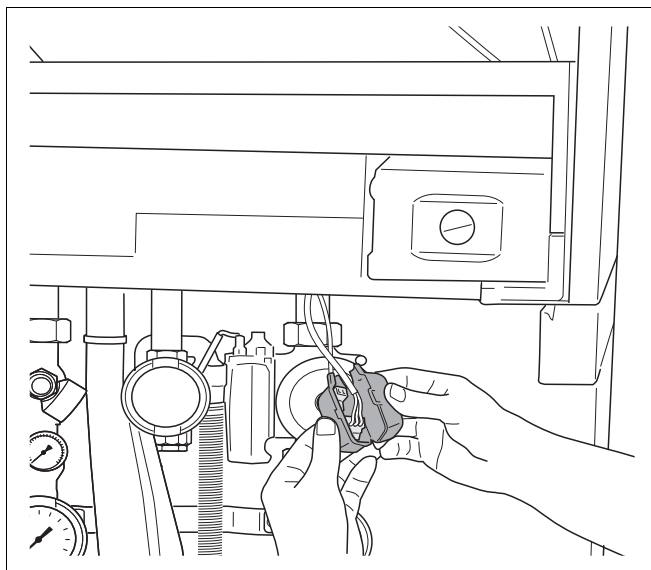
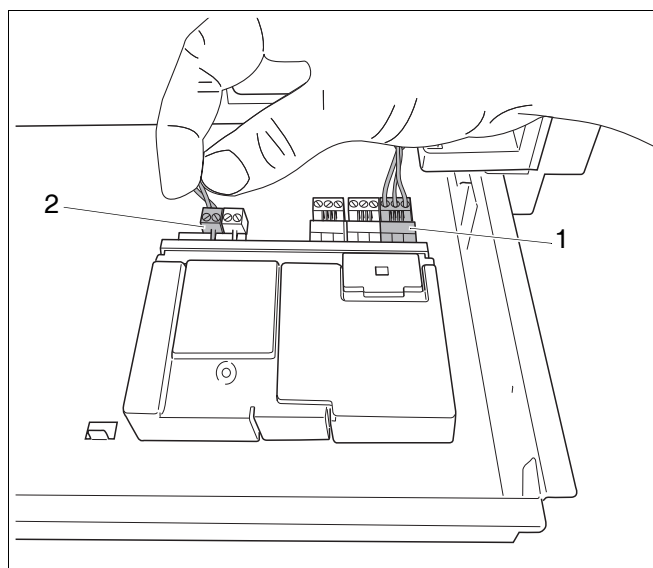

Fig. 42 Rimozione dei tappi di protezione
Fig. 43 Collegare i moduli tra di loro
- Rimuovere la calotta protettiva dei due connettori liberi sul cavo di collegamento del modulo funzionale (fig. 42).
- Collegare i connettori liberi del cavo di collegamento di alimentazione di rete 230 VAC (fig. 42) al modulo funzione (fig. 43, pos. 1). Qualora si utilizzino più moduli, l'alimentazione a CA, 230 V del secondo modulo potrebbe essere derivata dal primo modulo. Utilizzare il cavo fornito in dotazione al modulo.
- Collegare i connettori liberi del cavo di collegamento del bus EMS (fig. 43) al primo modulo (fig. 43, voce 2).